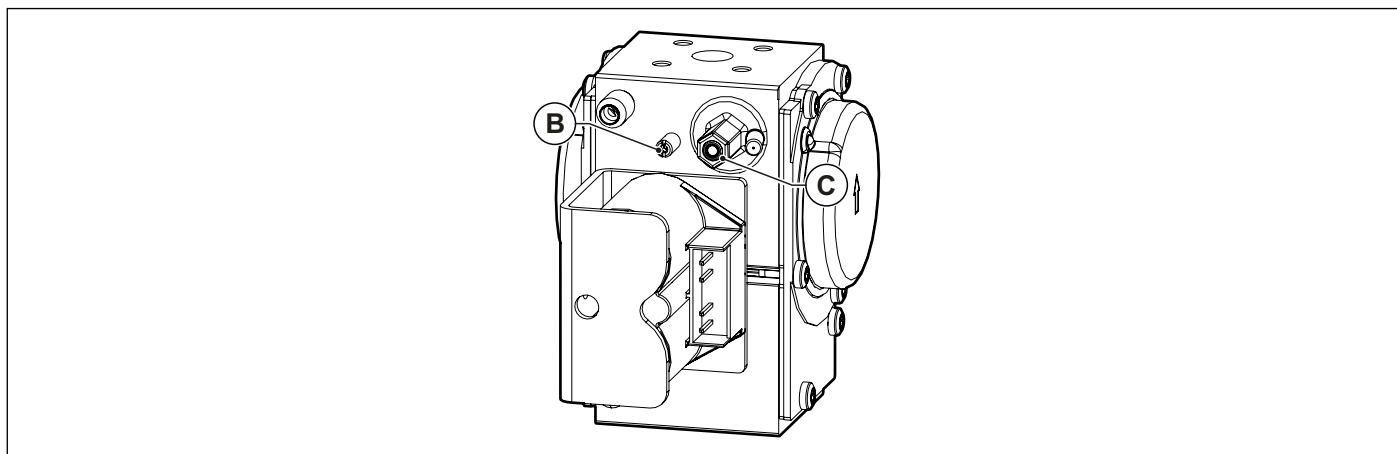
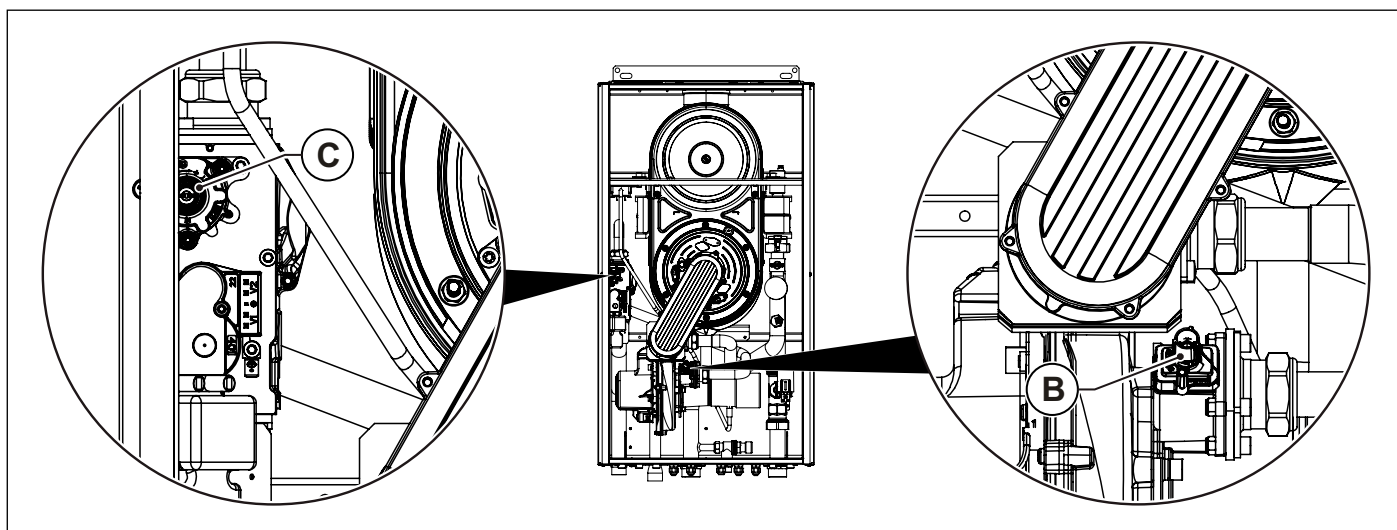

Fig. 44 Regolazione valore anidride carbonica KR 85 - KR 115
Fig. 45 Regolazione valore anidride carbonica KR 150
- Regolare il valore dell'anidride carbonica (CO2) nei fumi ruotando il regolatore di rapporto **B** (vedi Fig. 44 Regolazione valore anidride carbonica KR 85 - KR 115 e Fig. 45 Regolazione valore anidride carbonica KR 150) e assicurarsi che rientri nei limiti della Tab. 1 Dati di taratura KR 85 e della Tab. 2 Dati di taratura KR 115 e della Tab. 3 Dati di taratura KR 150.
- Regolare il valore dell'anidride carbonica (CO2) nei fumi ruotando il regolatore di offset **C** (vedi Fig. 44 Regolazione valore anidride carbonica KR 85 - KR 115 e Fig. 45 Regolazione valore anidride carbonica KR 150) e assicurarsi che rientri nei limiti della Tab. 1 Dati di taratura KR 85 e della Tab. 2 Dati di taratura KR 115 e della Tab. 3 Dati di taratura KR 150.